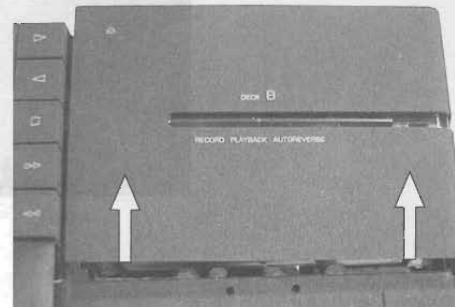

Fig. 20
17. Cassettentfachdeckel abnehmen (Fig. 20)
17. Removing the Cassette Compartment Cover (Fig. 20)